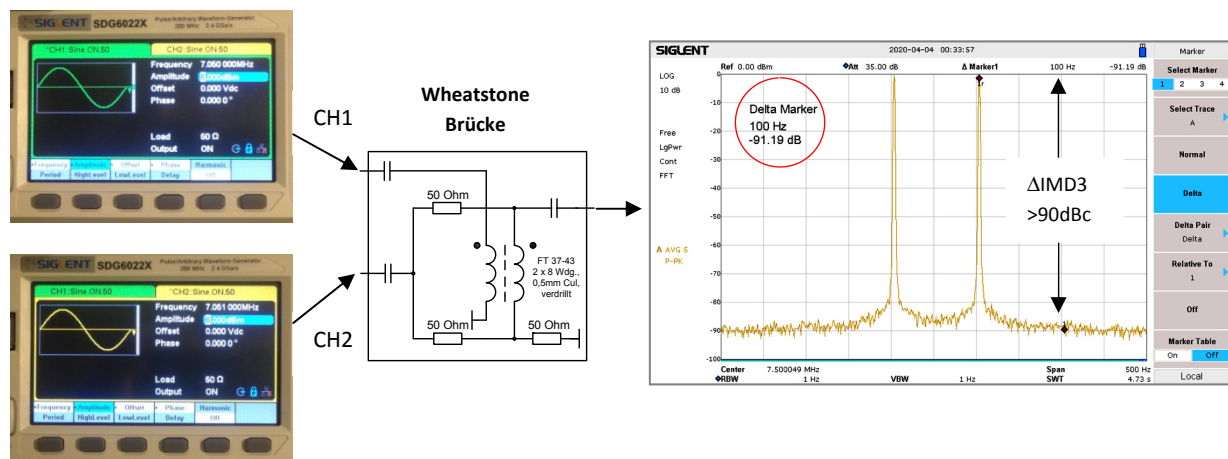

Bild 6: IMD3-Messung mit Wheatstone-Brücke
Die gleiche Messung, aber unter Verwendung einer "Wheatstone-Brücke" (1) zwischen Generator 1 und 2 (CH1 und CH2), zeigt **Bild 6**. Die Brücke führt die Signale zusammen und sorgt gleichzeitig für eine starke Entkopplung (> 50dB) zwischen den Generatoren. Bei dieser Messung steigt der IMD3-Abstand auf über 90dBc an, die IMD3-Produkte verschwinden im Rauschen.